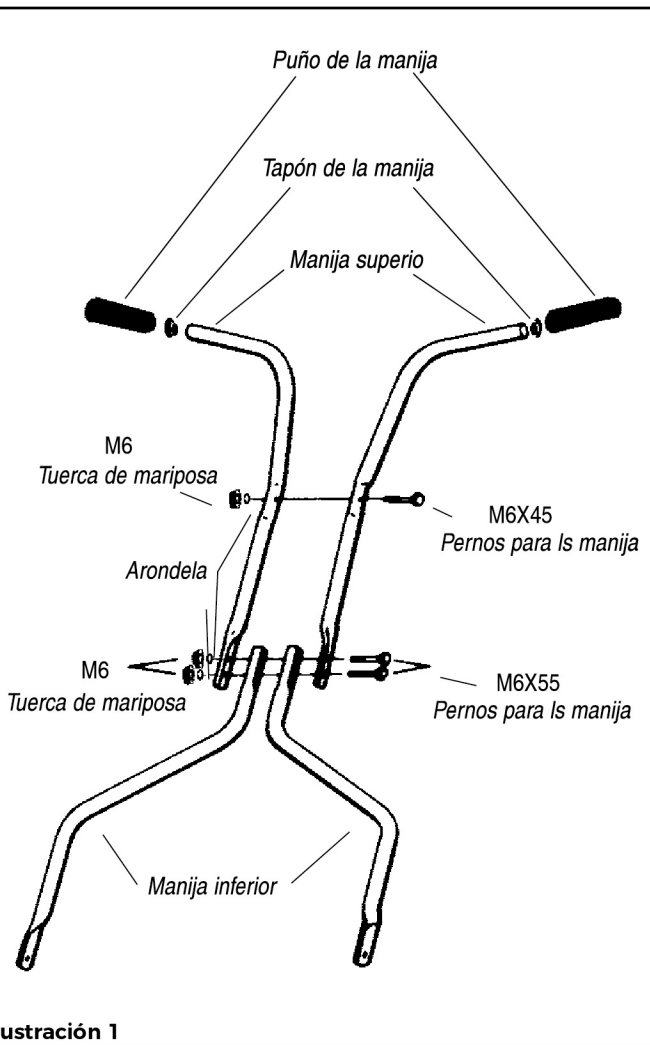

Ilustración 1
1. **Coloque** las partes del mango como se muestra en la **Ilustración 1**.